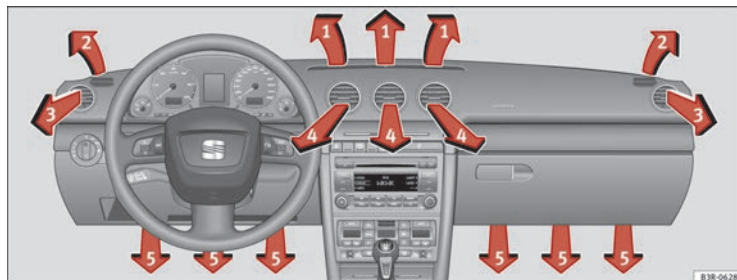

Fig. 141 Tablero de instrumentos: Disposición de los difusores de aire
Los difusores de aire ⇒ fig. 141 ③ y ④ pueden manejarse de la siguiente manera.
Las tres teclas tienen el siguiente significado. Los números hacen referencia a los difusores de aire ⇒ fig. 141. ►
Tras desconectar el encendido, el motor del ventilador funciona con la energía que le proporciona el techo solar. Para conseguir una ventilación óptima deben estar abiertos los difusores 3 y 4 ⇒ fig. 141.